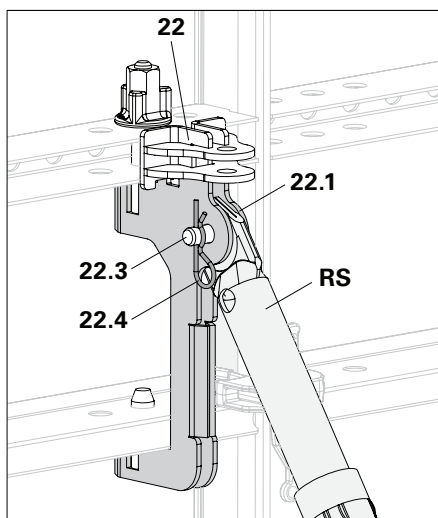

Fig. A6.03a
- Collegare puntello (RS) e staffe (22.1) con perno (22.3) e inserto a molla (22.4). (Fig. A6.03a)